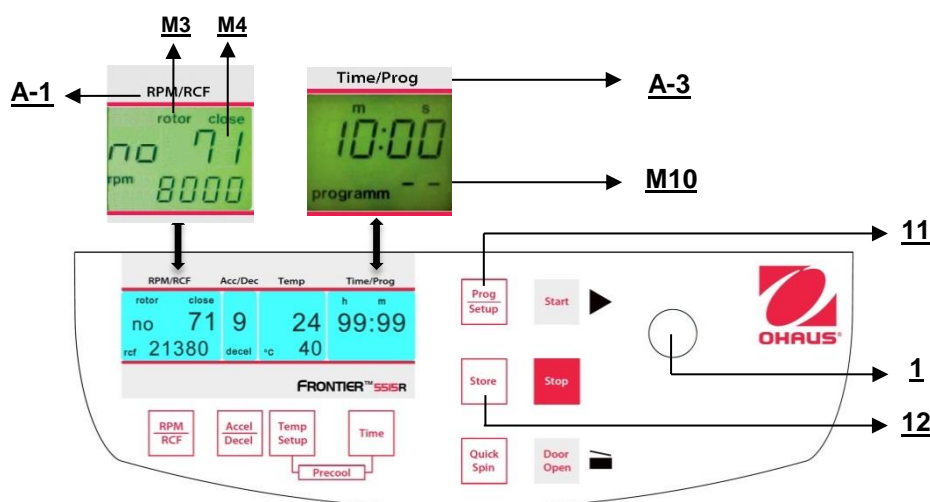

Figura 25
Per richiamare i programmi salvati, premere il tasto "**Prog/Setup**" (11) (fare riferimento alla figura 25) quando il coperchio è già chiuso. Sul display "**Time/Prog**" (A-3), appare la parola "**programm -**" (M10). Il numero di programma desiderato può essere preselezionato mediante la manopola di regolazione (1).